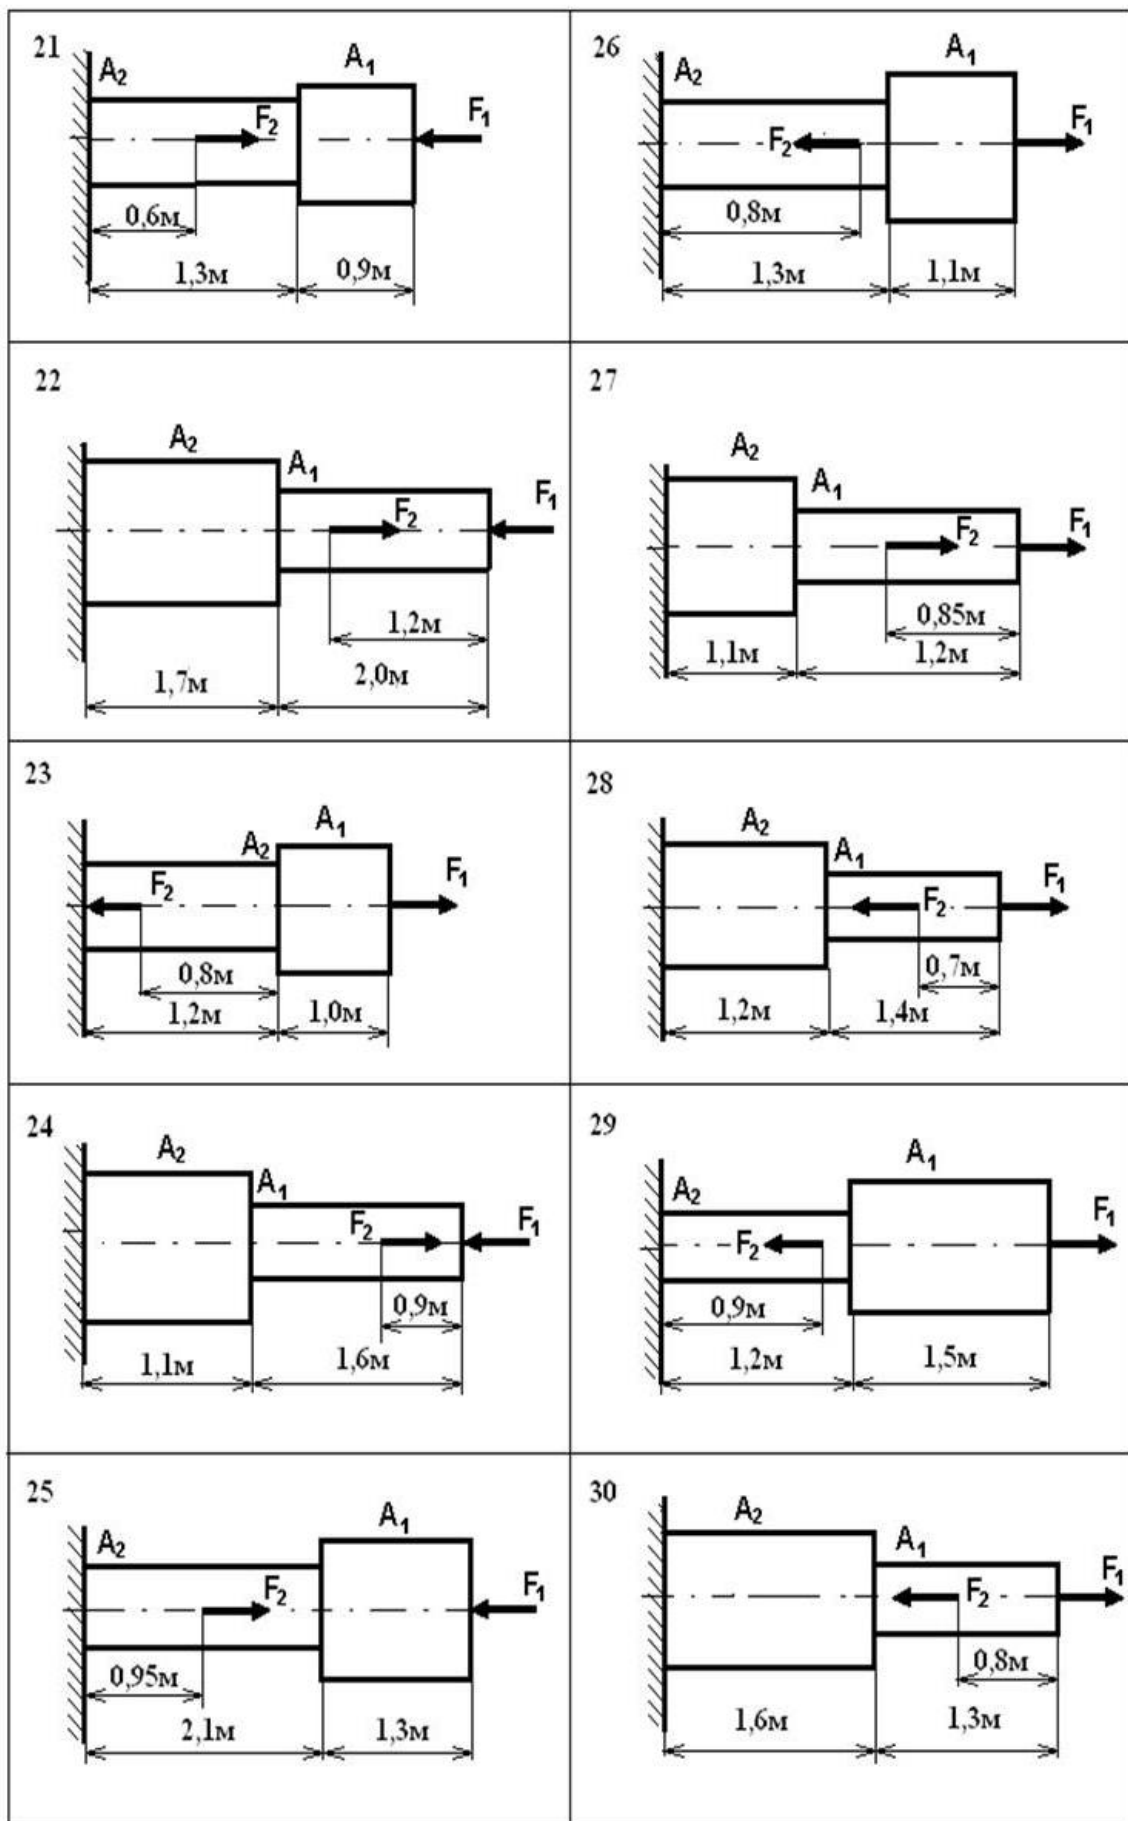

Рис. 3
**ЗАДАЧИ 21-30** (рис. 3, табл. 2). Двухступенчатый стальной брус нагружен силами  $F_1$  и  $F_2$ . Построить эпюры продольных сил и нормальных напряжений по длине бруса. Сделать вывод о прочности бруса, приняв  $[\sigma] = 160$  МПа. Определить удлинение (укорочение) бруса, приняв  $E = 2 \cdot 10^5$  МПа.